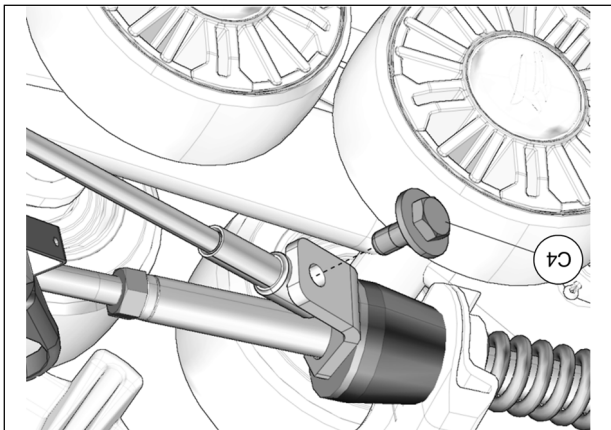

Fig. 24
14. Tourner légèrement le volant dans le sens contraire jusqu'à ce que le câble puisse être fixé à la plaque de support en utilisant le boulon (C4) fourni. Serrer à un couple de 35 N•m [24 lb•pi]. Voir la Fig. 24. Effectuer le même exercice du côté droit.